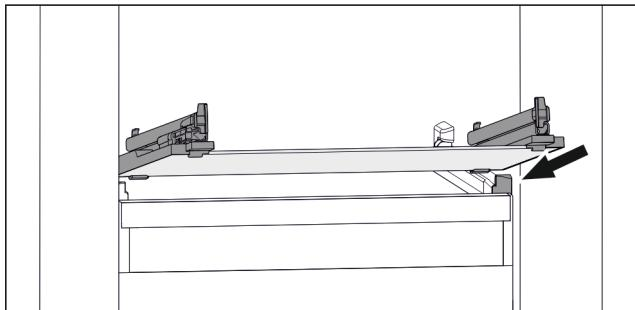

Fig. 75 Примерно изображение на стъклена плоча
- ▶ Поставете стъклената плоча под ъгъл зад ограничителите. (вж Fig. 75)